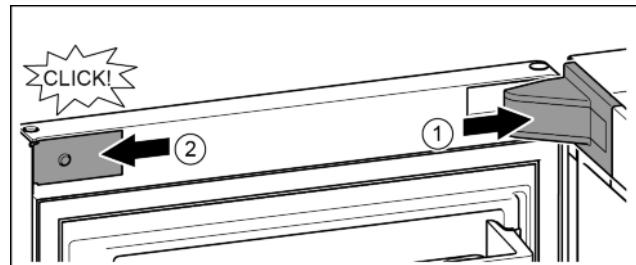

Fig. 19
- Крышку опорного кронштейна установить и зафиксировать, при необходимости, осторожно разжать. Fig. 19 (1)
- Установить сбоку накладку и зафиксировать. Fig. 19 (2)